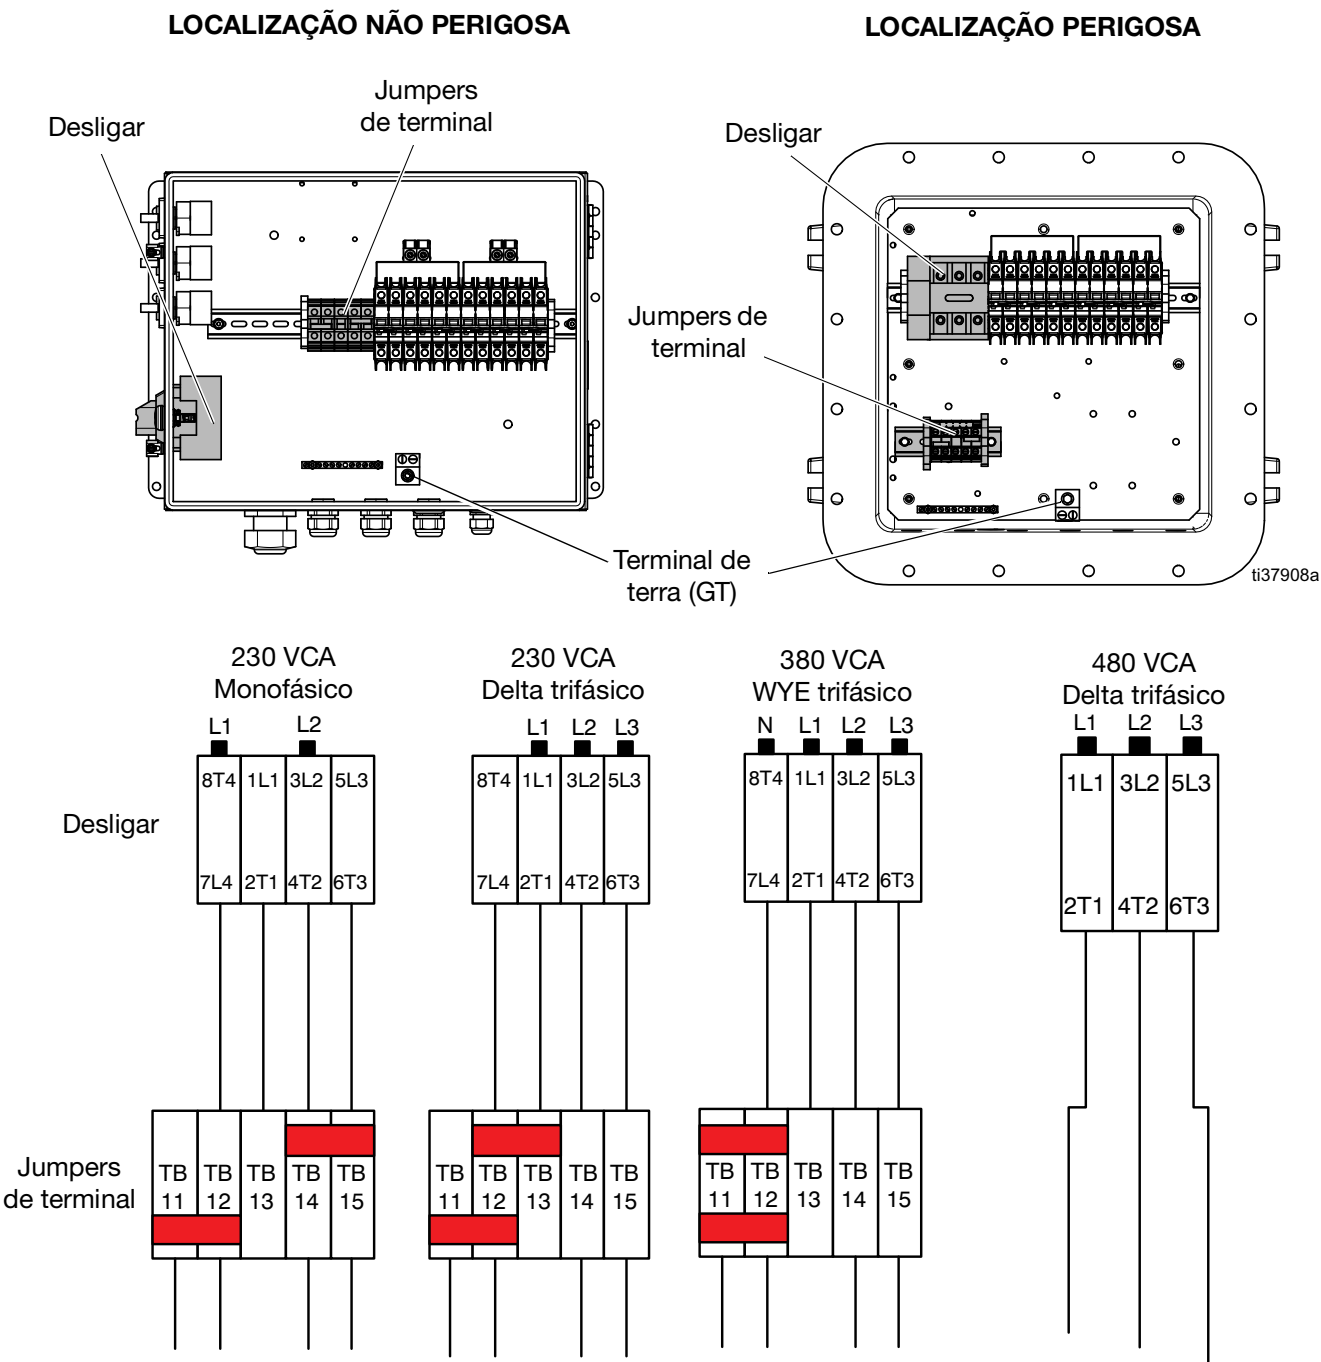

FIG. 7: Esquema das ligações elétricas do XM
4. Ligue o cabo de terra ao terminal de terra (GT). Consulte a FIG. 7, página 30.
5. Ligue o cabo de alimentação ao interruptor, como indicado na FIG. 7, página 30. Aperte até 55 pol-lb (6,2 N•m). Puxe suavemente todas as ligações para verificar se estão bem fixas.
6. **Apenas locais não perigosos:** Aperte a descompressão (BH).
7. Instale os terminais de ligação em ponte fornecidos nas posições indicadas na FIG. 7, página 30.
8. Verifique se todos os itens estão corretamente ligados, como se mostra na FIG. 7, página 30, e depois feche a porta da caixa de derivação.